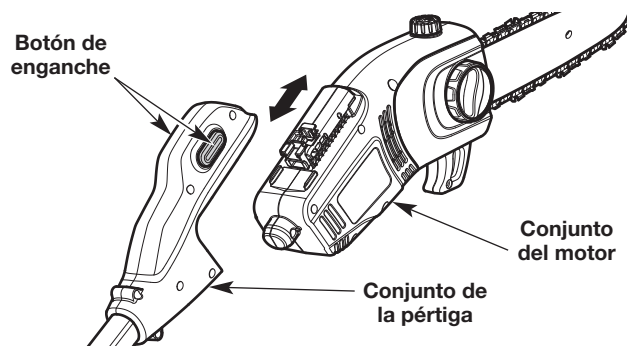

Fig. 2
3. **Conecte el conjunto del motor al conjunto de la pértiga (Fig. 2):** Mantenga presionados los botones de enganche a ambos lados del conjunto de la pértiga. Mientras continúa presionando los botones de enganche, deslice el conjunto del motor hacia el conjunto de la pértiga. Suelte los botones de enganche y tire suavemente de los conjuntos para asegurarse de que estén completamente conectados.
3. **Desconecte el conjunto del motor del conjunto de la pértiga (Fig. 2):** Mantenga presionados los botones de enganche a ambos lados del conjunto de la pértiga. Mientras continúa presionando los botones de enganche, deslice el conjunto del motor fuera del conjunto de la pértiga.